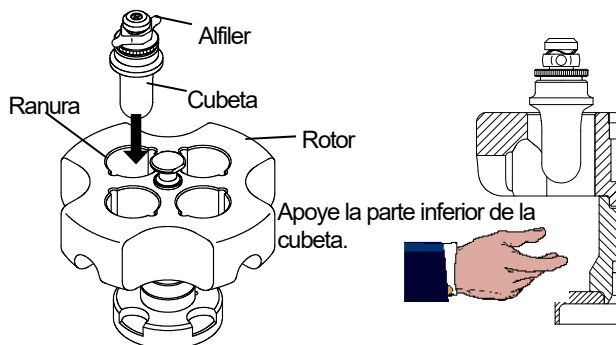

Fig. 3-8 Extracción/instalación de cubetas
- 3) Afloje la tapa de la cubeta. Vea la Fig. 3-8 sobre cómo quitar las cubetas del rotor S50ST,